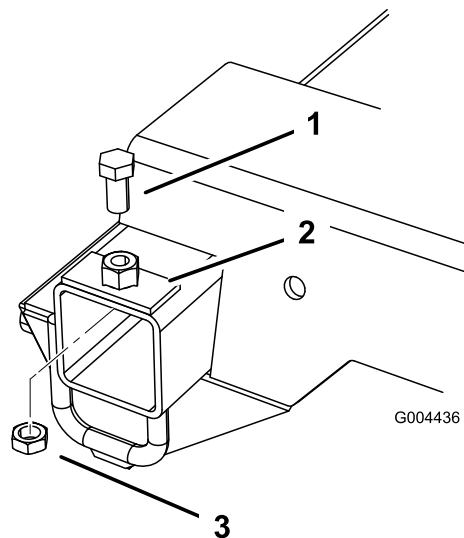

図4
3. ドリル穴の上にプレートを固定するボルト1/2 x 1インチとジャムナット1/2インチを使用する **図4**を参照。